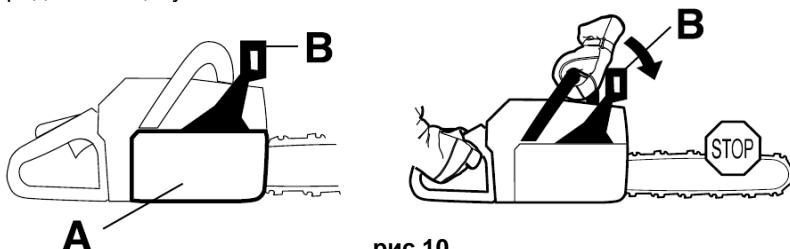

рис.10
Ваша бензопила (рис.10) оснащена автоматическим тормозом цепи (A), который останавливает цепь, когда на переднюю защиту (B) давит какой-либо предмет, затянутый цепью. Этот тормоз также можно включить вручную, опустив переднюю защиту к пильной шине.